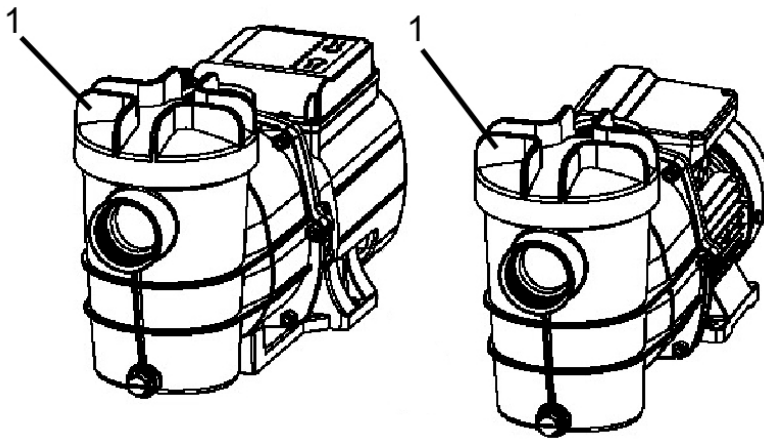

Fig. 6
6. Montaje del prefiltro de las bombas SPF 250 F y SPF 370 F (Fig. 6)